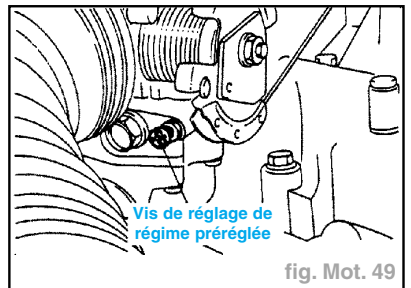

fig. Mot. 49
- Tourner la vis de réglage de régime préréglée dans le sens contraire des aiguilles d'une montre jusqu'à ce qu'elle soit desserrée suffisamment et fermer le papillon des gaz complètement (fig. Mot. 49).